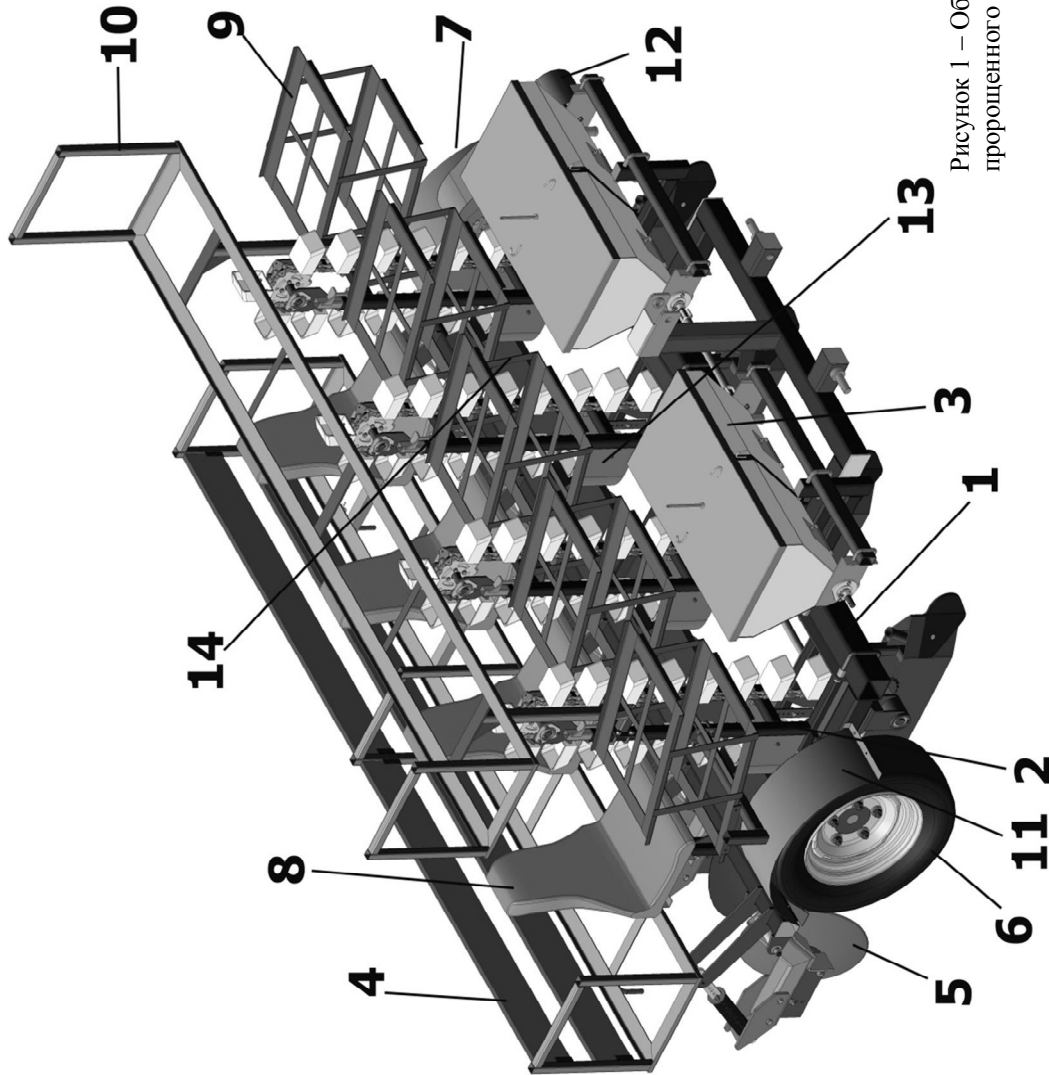

Рисунок 1 – Общий вид сажалки пророщенного картофеля СПК-4
3.1 Сажалка (рис.1) представляет собой навесную машину, состоящую из несущей рамы 1, на которой с помощью хомутов крепятся высаживающие аппараты 2, туковысевающие аппараты 3 с тукопроводами. За высаживающими аппаратами установлены бороздозакрывающие диски 5. Привод вращения высаживающих и туковысевающих аппаратов осуществляется от опорно-приводных колес 6 и 7 при помощи цепных передач. Для размещения пустых ящиков и ящиков с посадочным материалом на машине установлены передний 9, верхний 10 и задний откидной 4 стеллажи. Верхний стеллаж 10 предназначен для размещения только пустых ящиков. Для посадки сельхозработчих во время работы машины на раме устанавливаются стульчики 8, регулируемые по высоте и расстоянию до высаживающего аппарата.